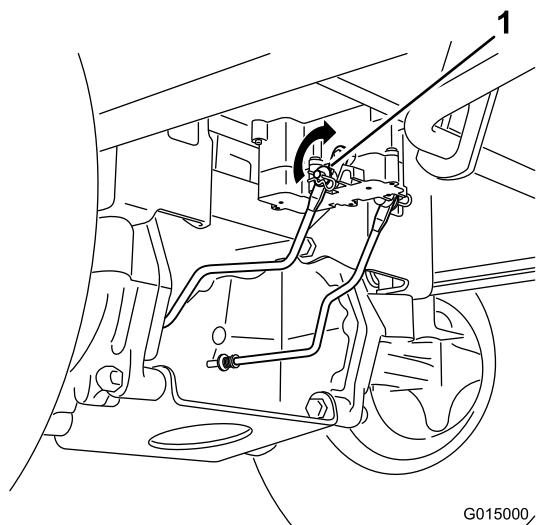

Figura 51
1. Localice el eje del freno eléctrico al que están conectados los brazos de enganche de los frenos (Figura 51).